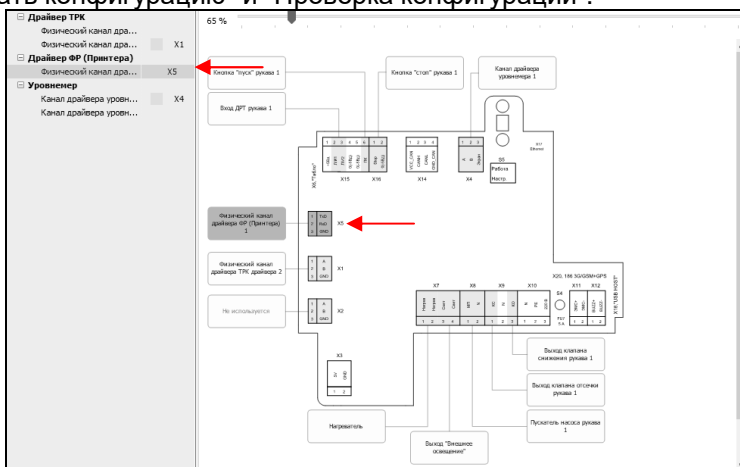

Рисунок 6
6.3.8 При подключении принтера, для печати квитанций, на вкладке "Входы/выходы" необходимо разъему X5 "назначить привязку" драйвера принтера (рисунок 6). Для назначения надо сделать двойной клик левой кнопкой мыши по прямоугольнику с разъемом X5 – его цвет изменится на зеленый. В списке слева дважды кликнуть левой кнопкой мыши "Драйвер ФР (Принтера)", в появившемся диалоге нажать "Да". Для применения изменений по окончании настройки нажать последовательно "Записать конфигурацию" и "Проверка конфигурации".